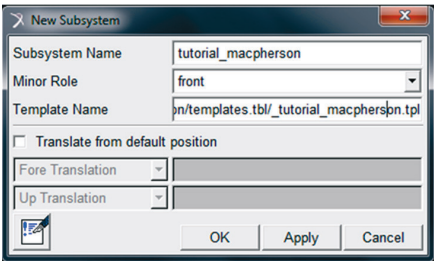

Figura 4.112 – Criação do subsistema.
- Preencher os campos da janela *New Subsystem*, conforme ilustrado na Figura 4.112. Note que, como o projeto se trata de uma suspensão dianteira o campo *Minor Role*, deverá estar selecionado com a opção *front*. O nome de *subsystem* pode ser o mesmo já designado no *template*.